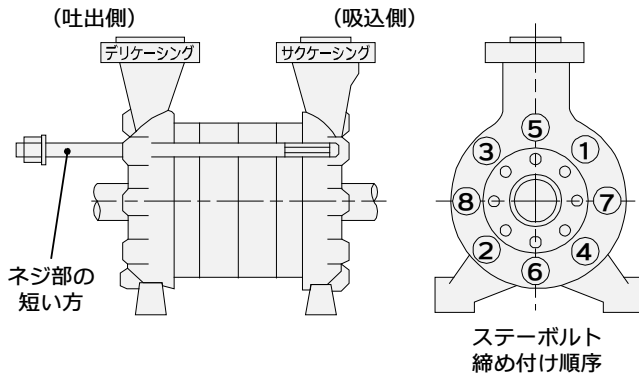

図 5.2-1 ステーボルトの締め付け
- (1) 部品の有無、数量(取り替え部品、再使用部品、配管および付属部品)を確認してください。
- (2) シャフト(2100)や各部品の摺動面には焼付防止剤を薄く塗布してください。
- (3) ステーボルト(9050)の締め付け方は図5.2-1に従い、対角に、2～3回に分けて均等に締め付けてください。締め付けトルクについては表5-1を参照ください。